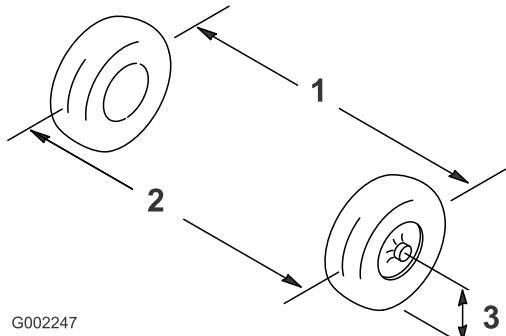

図 51
2. 前輪の前と後ろで、左右のタイヤの中央線間距離を測る；計測はアクスルの高さで行う(図 51)。